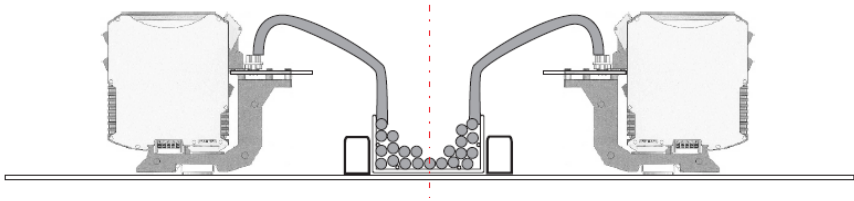

Bild 2 Sicht (Querschnitt) auf die pac-Träger mit Kabelkanal
4. Es ist für ausreichend Platz zwischen ISpac Geräten/pac-Trägern und den Kabelkanälen zu sorgen. Wir empfehlen einen Abstand von ca. 6 cm (siehe Bild 2), mindestens jedoch 2 cm. Sollte dies nicht möglich sein, empfehlen wir die Hutschiene mit Hilfe von Abstandshalter aus der Ebene der Kabelkanäle herauszuheben. Somit sind die Geräte dem Luftstrom besser ausgesetzt. Für die pac-Träger der Reihe 9295 bieten wir ein Erhöhungsset als Zubehör an.